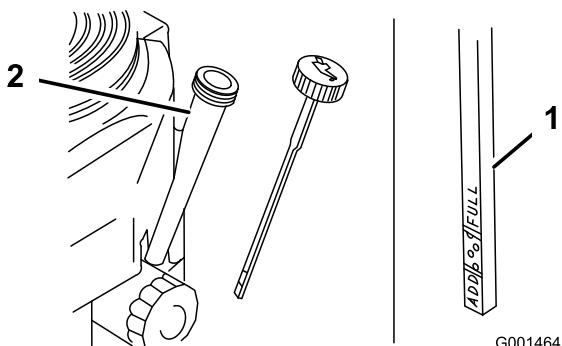

Figura 17
3. Limpie alrededor de la varilla de aceite (Figura 17).
4. Retire la varilla de aceite y límpie el extremo (Figura 17).
5. Introduzca la varilla a fondo en el tubo de la varilla sin enroscarla en el cuello de llenado del depósito de aceite hidráulico (Figura 17).
6. Retire la varilla y observe el extremo. El nivel de aceite debe estar entre las marcas Add (Añadir) y Full (Lleno) (Figura 17).